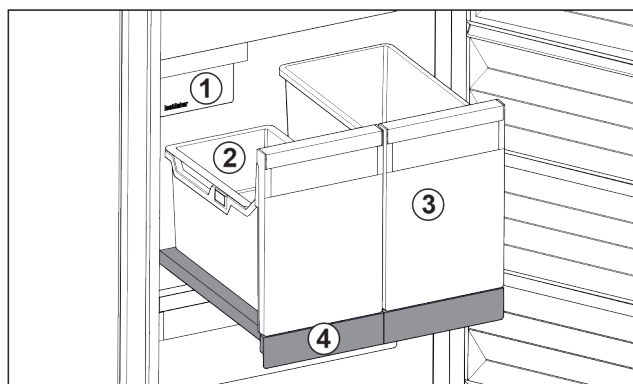

Fig. 27 Выдвижная панель с IceTower
На выдвижной панели находятся два высоких контейнера (IceTower). В контейнере Fig. 27 (2) собираются и хранятся кубики льда из IceMaker. Контейнер Fig. 27 (3) подходит для хранения высоких продуктов, таких, как пицца или алкогольные напитки.